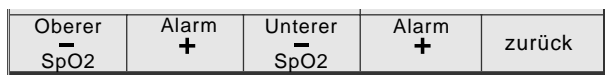

Bild 9-4. Grenzwert-Menü
- Öffnen Sie mit **F2** **[SpO₂ Alarmgrenzen]** das Grenzwert-Menü (Bild 9-4).